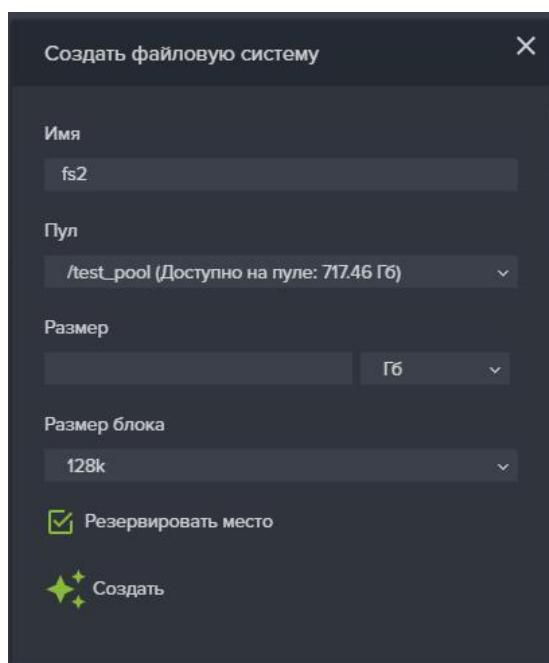

Рисунок 53 – Окно создание файловой системы
2. Нажмите на кнопку «Создать файловую систему», откроется одноименное окно (см. Рисунок 53).